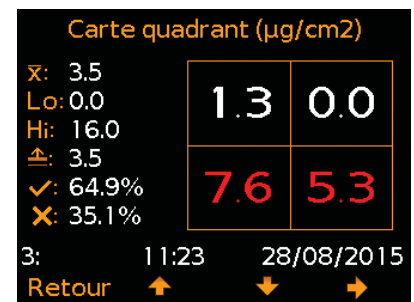

Fig. 16: Mesures x4
- 2) Mesures x 4 (Fig. 16)
Les vues 2-5 (Fig. 16 à 19) comportent aussi les données statistiques suivantes :